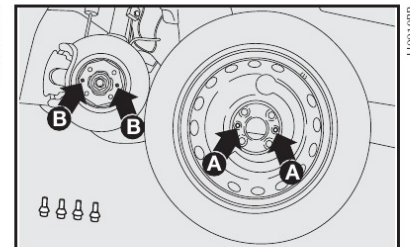
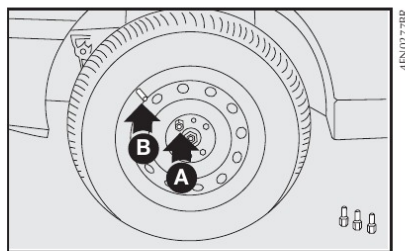

fig. 8
fig. 9
- Montar a roda sobressalente, encaixando os furos **A-fig. 8** com os respectivos pinos **B-fig. 8**.
- Atarraxar apenas um dos parafusos **A-fig. 8**, em correspondência com a válvula de enchimento **B-fig. 9**.